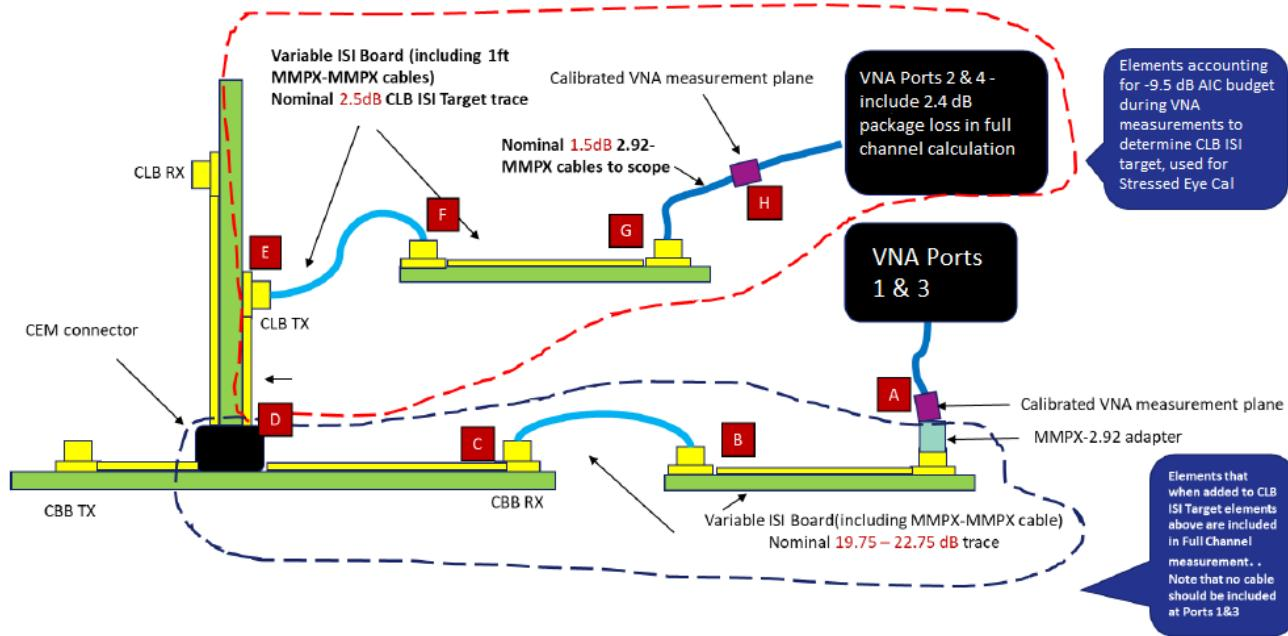
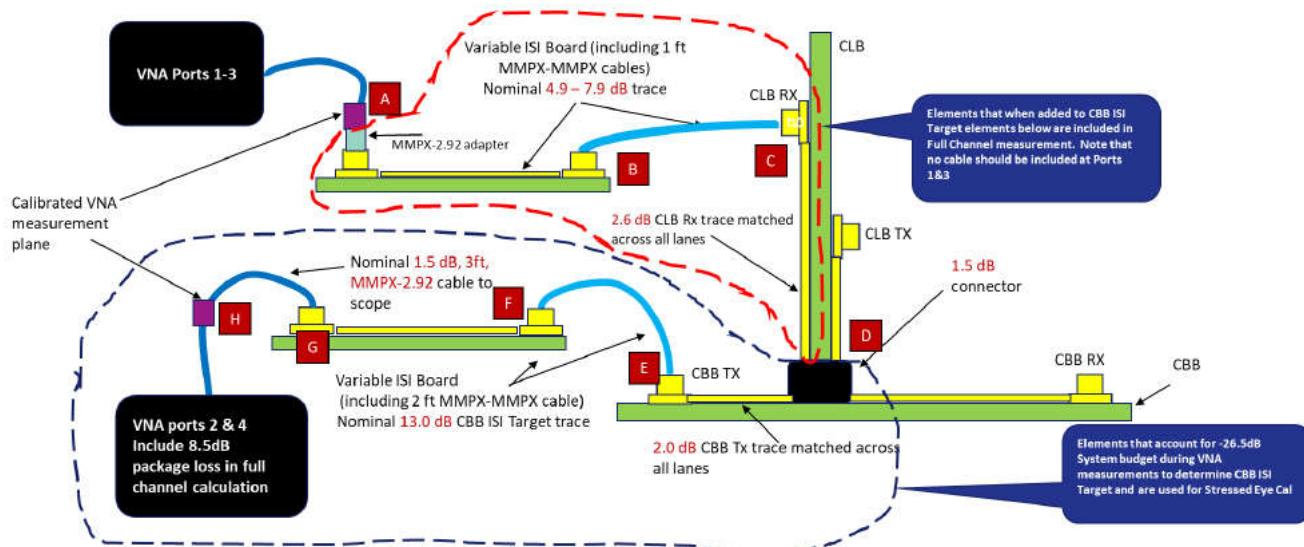

図 2-7. PCI-SIG AIC RX キャリブレーション仕様
図 2-8. PCI-SIG システム RX キャリブレーション仕様
| 図 2-7. PCI-SIG AIC RX キャリブレーション仕様..... | 9 |
| 図 2-8. PCI-SIG システム RX キャリブレーション仕様..... | 9 |
4. 挿入損失キャリブレーションは TP2 で実行されます。図 2-7 と 図 2-8 に、信号パス内のさまざまな素子と、ISI 損失基板を設定した CBB/CLB の損失目標を示します。
8. 挿入損失は 36dB から 0.5dB/ステップで減少し、DMI は 3mV 単位、SJ は 10mUI 単位、SJ は 10mV 単位、デバイス CTLE ゲインは 7 から 12 まで掃引され、最適なアイ高さ (EH) とアイ幅 (EW) を実現します。